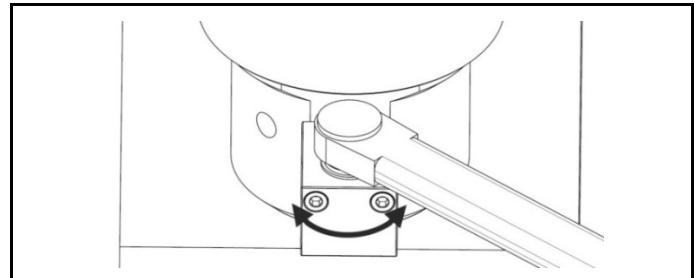

Abb. 2.5 Getriebebuchse einstellen
**HINWEIS** Verwenden Sie bei Bedarf einen 1/2 "/13 mm oder 3/8"/10 mm Vierkant-Ratschenschlüssel, um den Getriebeantrieb im Uhrzeigersinn zu drehen, damit die Buchse um die Mutter fallen kann. (Abb. 2.5)